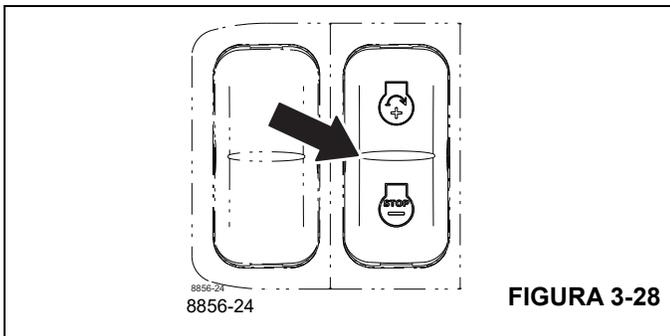

FIGURA 3-28
2. Mantenga oprimida la parte superior del interruptor de aumento/reducción (Figura 3-28).
Oprima hacia arriba una vez y libere (Figura 3-28):	El motor arranca y la velocidad de ralentí es normal